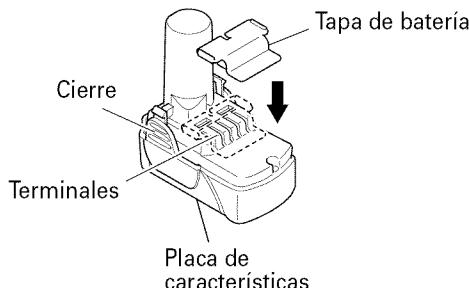

Fig. 1
- **Instale el paquete de baterías en la herramienta eléctrica o almácenelo presionando la tapa de baterías hasta que se oculten los orificios de ventilación para evitar cortacircuitos. (Ver Fig. 1)**